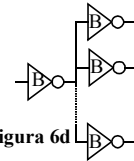

Figura 6d
- Sabiendo que $V_{IH}=0.83V$, calcula el margen de ruido del uno lógico en el circuito de la Figura 6d para 2 y 5 puertas conectadas a la salida. ¿Cuál es el margen de ruido del uno lógico si hay 60 puertas conectadas a la primera? ¿Es posible esa situación? Considerar diodos con tensión umbral $V_\gamma=0.7V$.